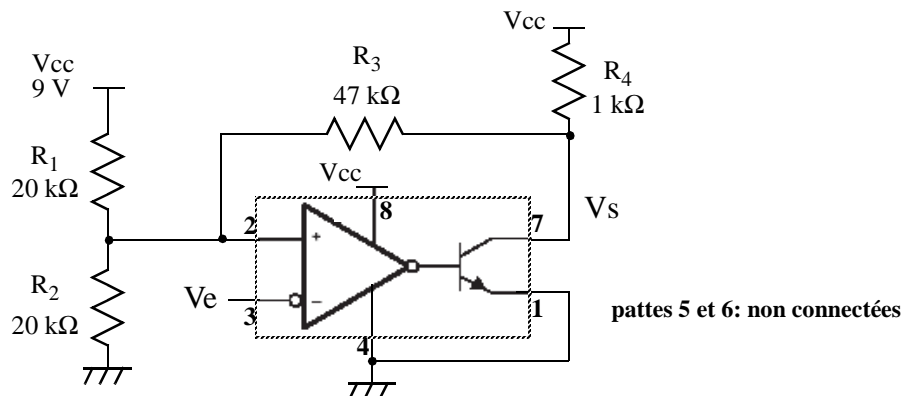

Figure 7: comparateur à hystérésis
- En partant du montage de la figure 7, réaliser un oscillateur de fréquence 25 kHz et de rapport cyclique 50%.